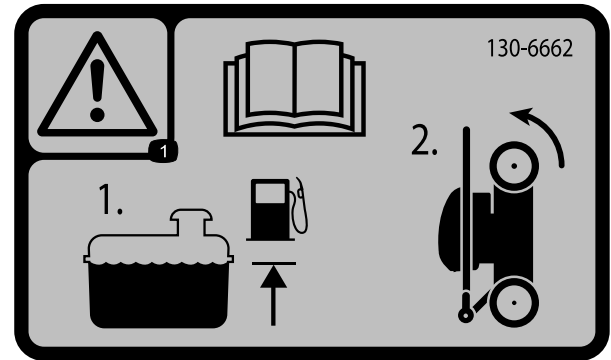

Figura 17
1. Asegúrese de que el nivel de gasolina del depósito de combustible no sobrepasa lo recomendado por el fabricante del motor; consulte la pegatina del fabricante del motor, situada en el motor (Figura 17).